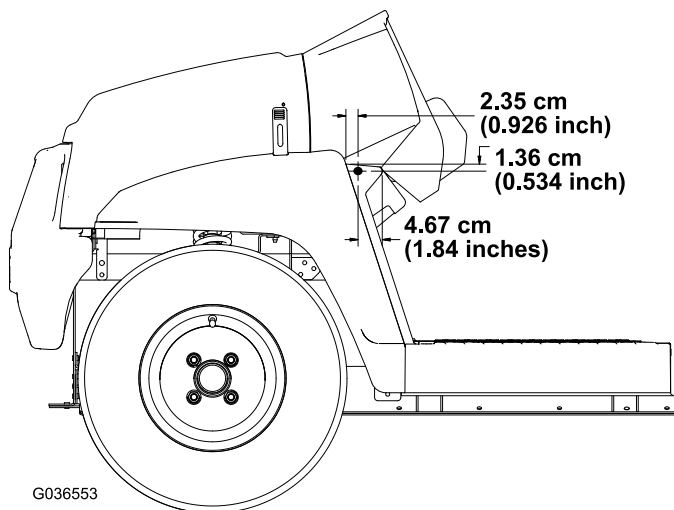

Figura 4
3. Utilizzando le dimensioni nella Figura 4, praticate 1 foro (5/16") all'esterno della pedana, sui lati sinistro e destro della macchina.